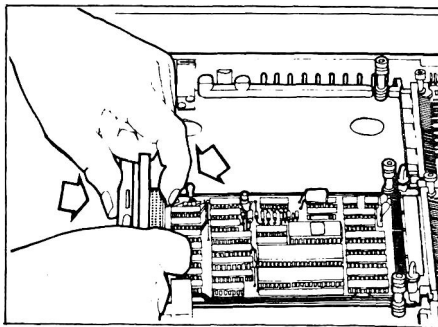

Bild 2.3 Ausbau der CPU-Karte
- a) Bild 2.3 zeigt die optimale Lage der Finger und Daumen zum Ausrasten der CPU-Karte. Ziehen Sie mit den Fingern an der Plastik-Vorderkante der CPU-Karte, wobei Sie die Daumen an der Vorderseite des Gehäusebodens abstützen.